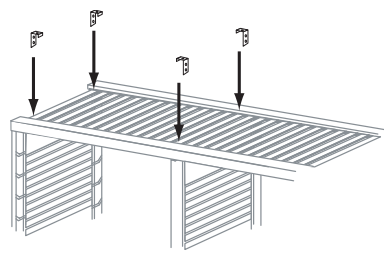

FIG. 3.7
8. Coloque las grapas verticales en los listones del estante superior en el lugar de la torre (Fig. 3.7)